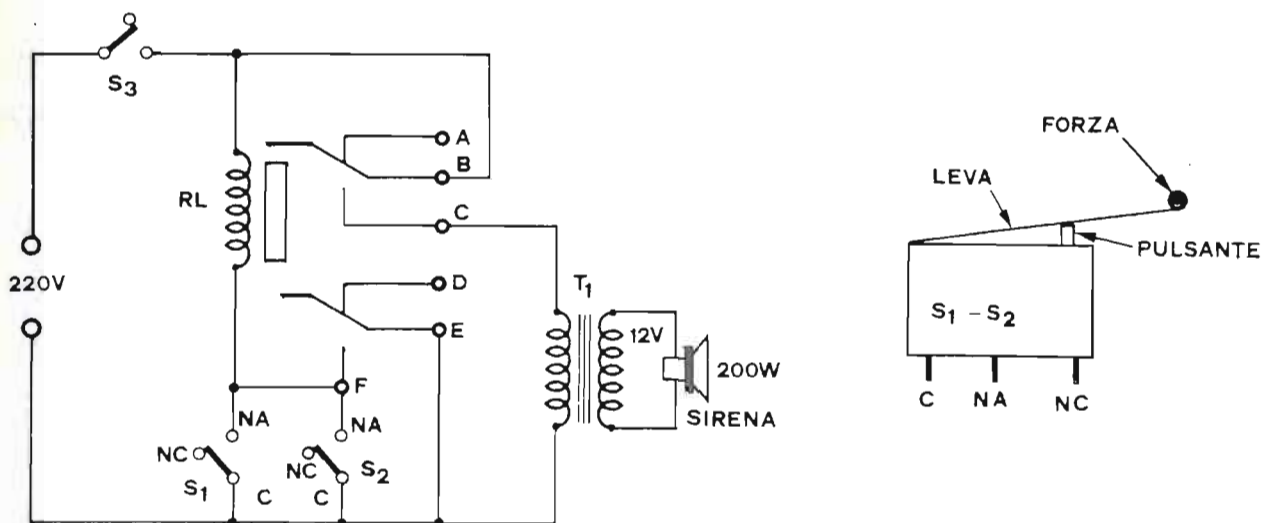

Fig. 6
relè sarà perciò necessario premere P_2 che, in condizioni normali è sempre chiuso. L'unico inconveniente di questo sistema è dovuto al fatto che occorre un relè con almeno due scambi in quanto uno di questi deve essere usato per l'autoritenuta. Dopo quanto detto possiamo già fornire un primo circuito di antifurto. Nella Fig. 6 è visibile lo schema. Con S_3 si fornisce la tensione di rete all'impianto. A riposo i contatti S_1 e S_2 sono aperti e il relè da 220 Volt (RL) non è eccitato. In tale modo il trasformatore T_1 non può essere alimentato e la sirena non viene attivata. Se ora si fa forza sulla leva del microswitch S_2 , o del micro S_2 , in modo che la stessa preme in pulsante, si ha la chiusura del contatto NA e la conseguente eccitazione del relè. Questa volta si ha passaggio di corrente nel trasformatore (contatti B-C chiusi) e alimentazione susseguente alla sirena. Anche riaprendo S_1 , non si avrebbe diseccitazione del relè in quanto i contatti E-F chiusi formano l'autoritenuta necessaria.
- 3) Si fa in modo che, a porta chiusa, il contatto mobile del micro sia premuto dalla medesima contro il pulsante (Fig. 6).